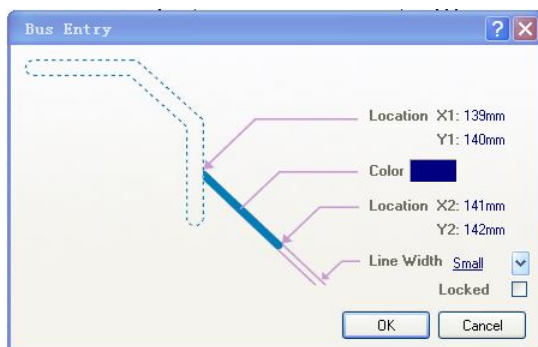

图 7-19 Bus Entry 对话框
(2) 按 Tab 键，打开如图 7-19 所示的 Bus Entry 对话框。